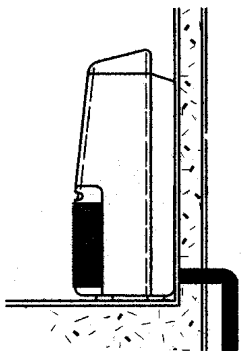

Figura 1
5. La longitud de la manguera de drene de condensados debe mantenerse lo más corta posible. (Figura 1).